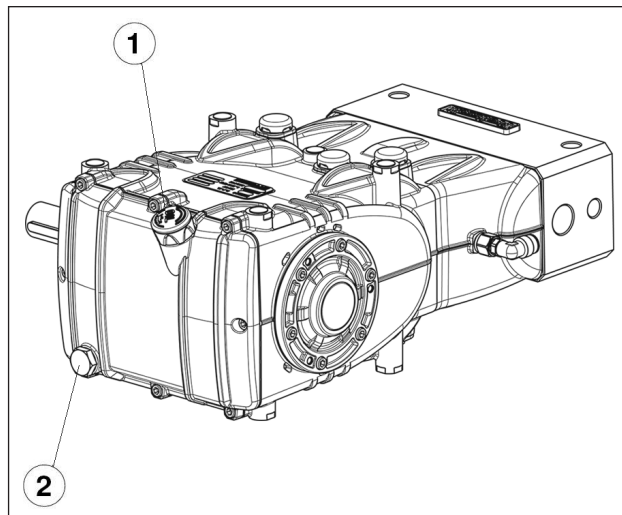

Fig. 3
Avec la jauge d'huile rep. ①, Fig. 3.
de l'huile se fait avec la pompe à la température de fonctionnement en retirant d'abord la jauge d'huile rep. ①, puis le bouchon rep. ②, Fig. 3.
Enfiler une sonde de température dans le bouchon de vidange d'huile, rep. ② Fig. 3.